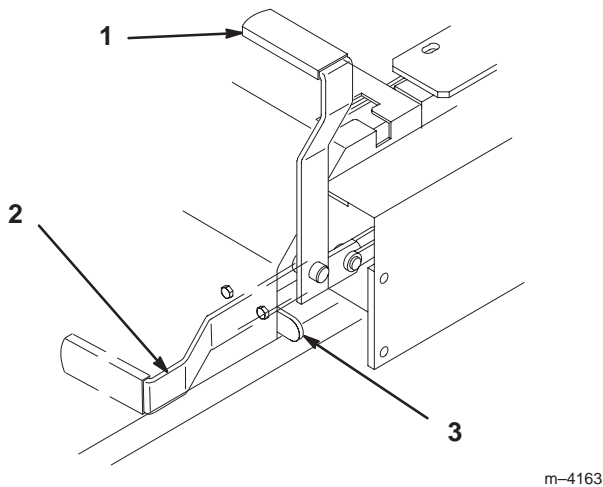

Figure 10
2. Tirez le frein de stationnement en arrière et vers le haut pour le serrer (Fig. 10). Une fois serré, le frein de stationnement ne doit plus bouger.
1. Poussez le levier du frein de stationnement vers l'avant et vers le bas (Fig. 10) afin de le desserrer. Le frein de stationnement est alors **desserré** et le levier est en appui contre la butée du frein.